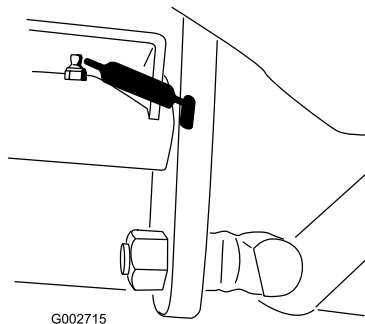

Figura 23
- Pivote de pedal de tracción (1) (Figura 23)